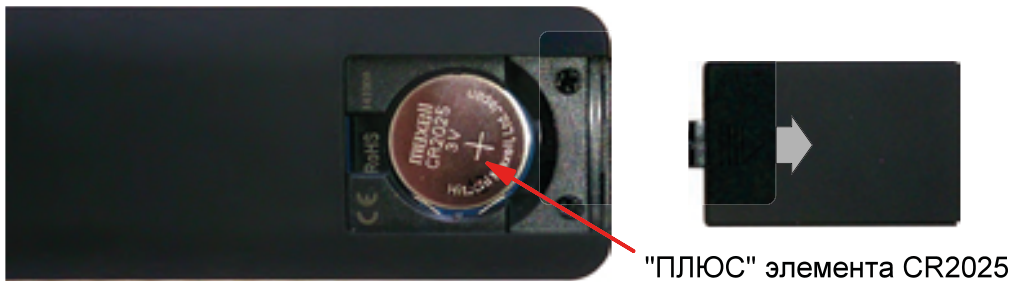

Рис.1. Установка элемента питания.
- 3.2. Откройте отсек и установите элемент питания (Рис.1). Если элемент уже установлен, удалите защитную пленку из отсека. При установке элемента питания соблюдайте полярность.